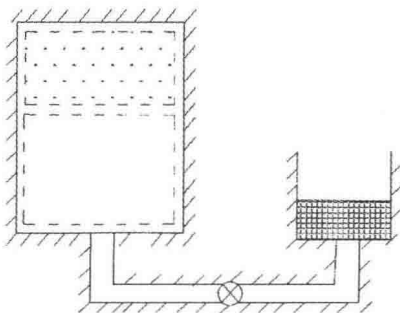
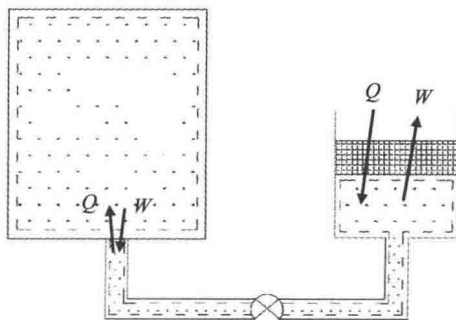

图 1.4
图 1.5
(2) 若以容器放气后残留在容器内的气体作为分析对象, 同样也是闭口系统。这时放气前的边界如图 1.4 中的虚线所示。放气后的边界如图 1.5 的虚线表示。残留气体对离开容器的那部分放逸气体所做的功, 是本闭口系统与外界交换的功, 残留气体与放逸气体之间交换的热量是本系统的传热量。
(3) 类似地, 若以放逸气体为分析对象, 同样也是闭口系统。其边界将如图 1.4 和图 1.5 中的虚线所示。此闭口系统与外界交换的功除了与残留气体之间的功量(大小与第二种情况的相同, 方向相反)外, 还应包括对活塞所作的功。同样, 除了与残留气体之间的传热量(大小与第二种情况的相同, 方向相反)外, 还应包括通过活塞与外界交换的热量。
(4) 若以容器或气缸为分析对象, 则均属开口系统, 容器的壁面或气缸与活塞的壁面为其边界。前者以对放逸气体作出的流动功与传热量为系统与外界交换的功量与热量, 后者以活塞及管道内气体的功量与热量为系统与外界交换的功量与热量。